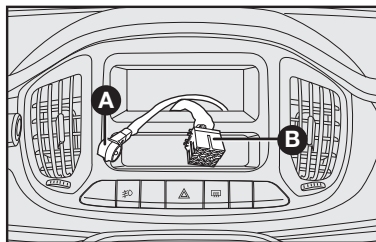

fig. 102
- cabo e plugue de alimentação elétrica para o autorrádio **B-fig. 102**.
- cabo e conector para antena de teto **A-fig. 102**.
- cabos e plugue para conexão dos alto-falantes e tweeters **B-fig. 102**.
- cabo de alimentação do autorrádio **B-fig. 102**.
- cabo para tweeter e alto-falante dianteiros e traseiros **B-fig. 102**.